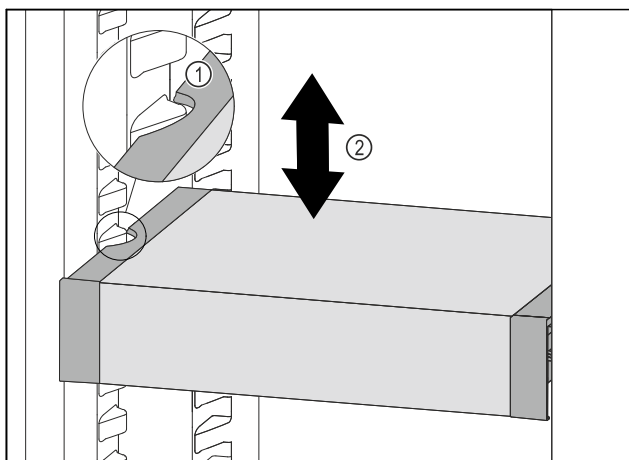

Fig. 184
- VarioSafe nach vorne ziehen, bis sich die seitlichen Aussparungen des VarioSafes auf Höhe der Behälterrippe im Kühlteil befinden. Fig. 184 (1)
- VarioSafe im Kühlteil nach oben oder unten bewegen, bis gewünschte Höhe erreicht ist. Fig. 184 (2)